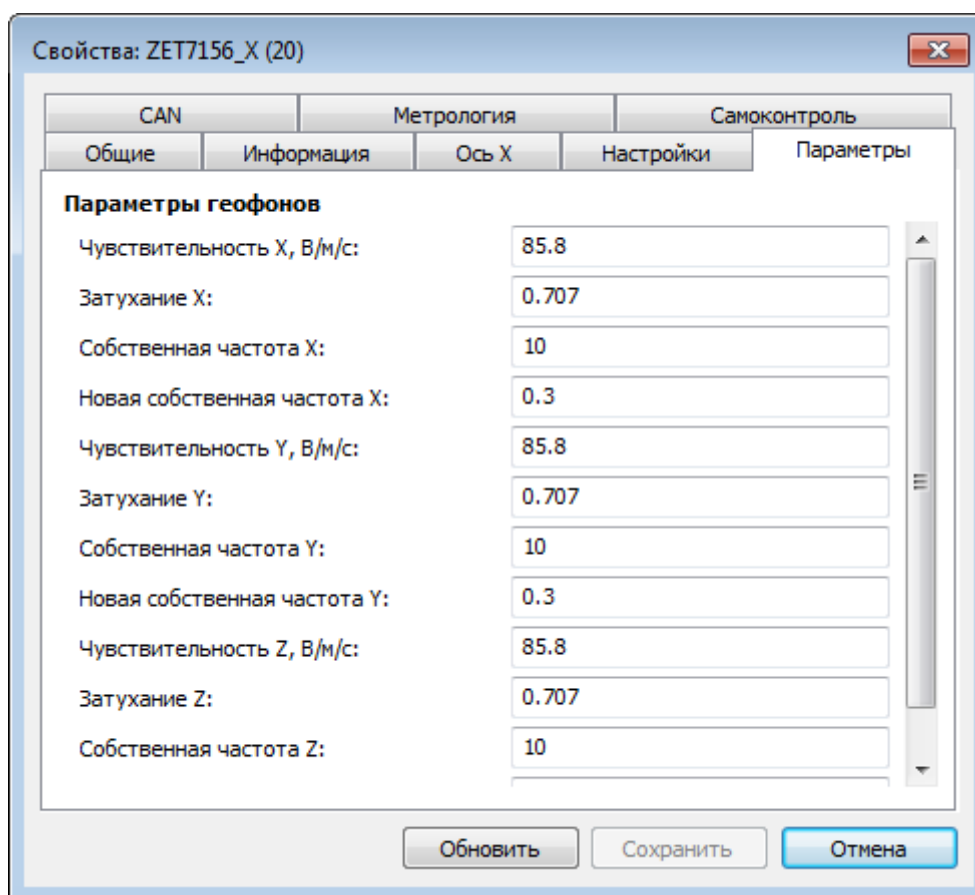

Рис. 2.13 Вкладка «Параметры»
- Во вкладке «Параметры» меню «Свойства» установить параметры «Чувствительность», «Затухание», «Собственная частота», «Новая собственная частота» для каждого из измерительных каналов сейсмометра в соответствии со значениями, приведенными на Рис. 2.13.